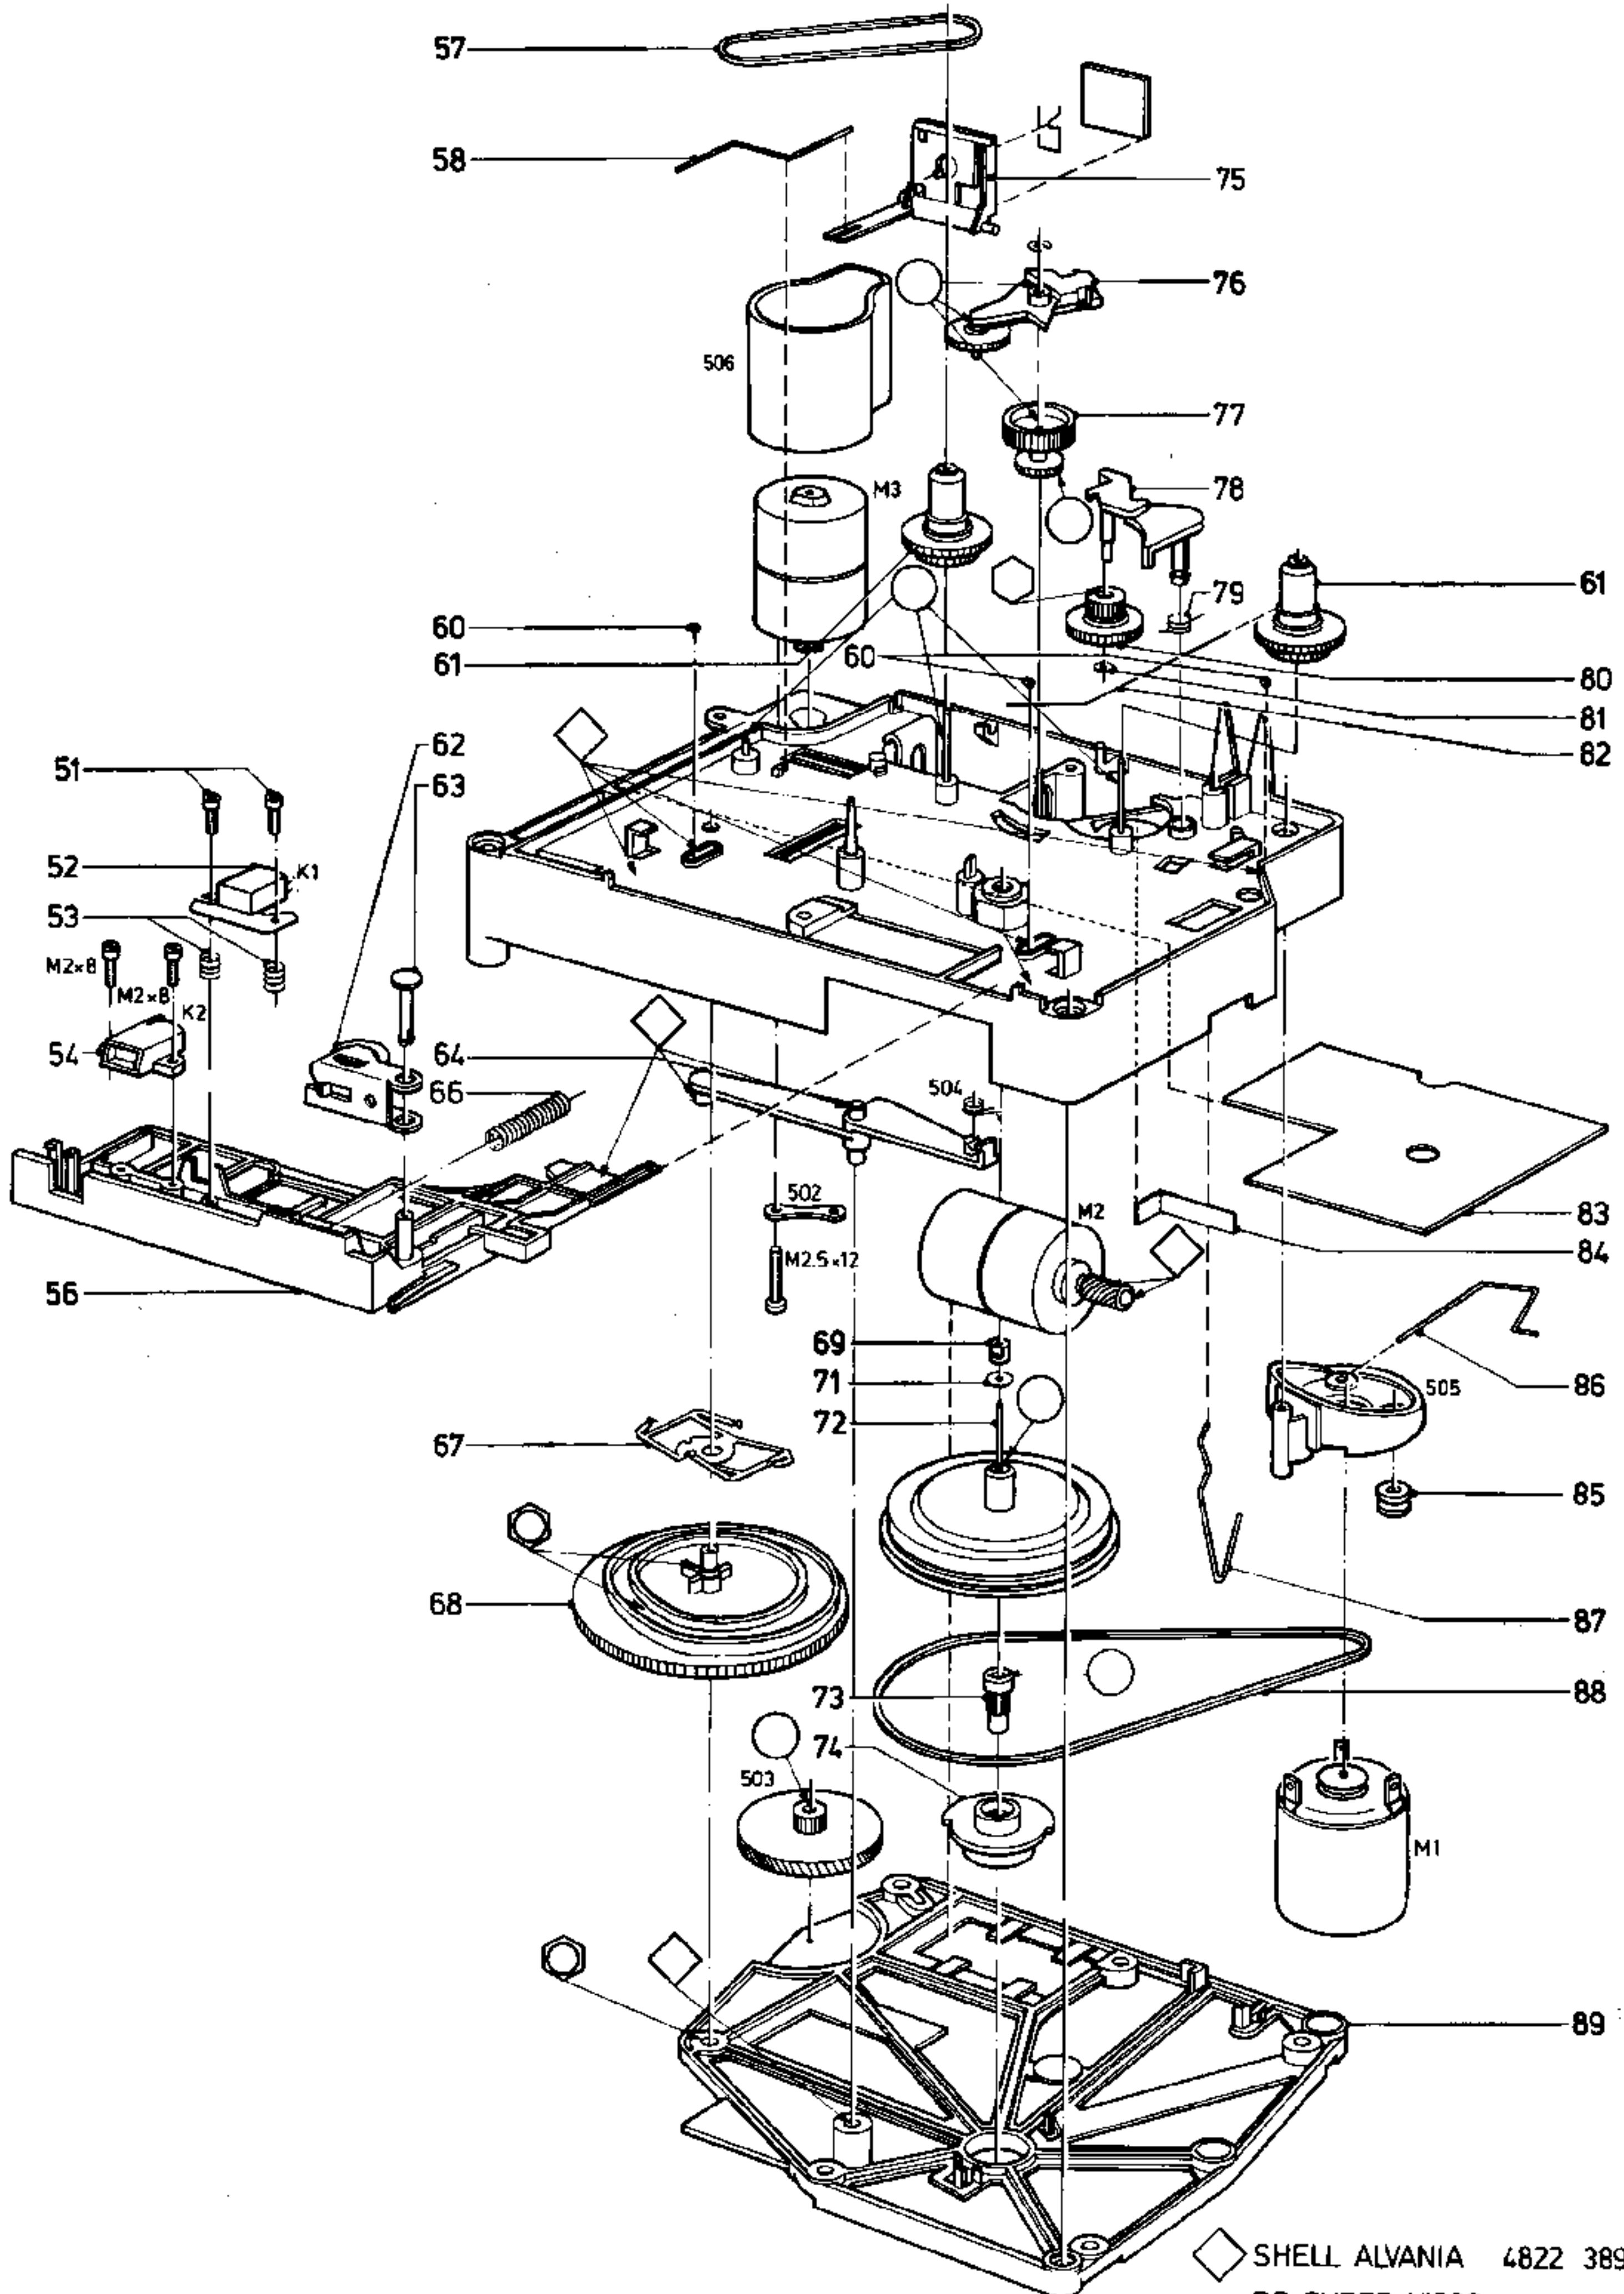

Fig. 6
- Le jeu du volant doit être perceptible, mais ne doit pas dépasser 0,2 mm. A régler à l'aide de rep. 73 (Fig. 6).
Laufwerksteile (Bild 6)
Kopfhöhe des A/W-Kopfes K1, Abb. 6
unten geht, muss die Tonwelle mit pos. 74 auf dem Schwungradlager (Abb. 6) senkrecht eingestellt werden.
- Das Schwungradspiel muss fühlbar sein aber darf nicht mehr als 0,2 mm betragen. Einstellen mit pos. 73, fig.6.
Sostituzione di parti relative al trasporto nastro (vedi Fig. 6)
Regolazione dell'altezza della testina di reg/rip K1, Fig. 6
- Quando il nastro sul capstan si muove o verso l'alto o verso il basso, regolare il capstan afin che sia perpendicolare per mezzo della pos. 74 (fig. 6) sulla bussola del perno del volano.
- Regolare ruotando pos. 73 (fig. 6).